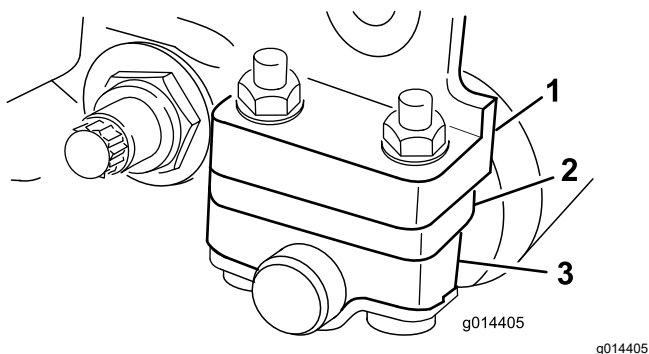

Figura 8
1. Ajuste los soportes del rodillo trasero al intervalo de alturas de corte deseado colocando la cantidad necesaria de espaciadores debajo de la brida de montaje de la placa lateral (Figura 8), según lo indicado en las Tablas de selección de alturas de corte y contracuchillas (página 11).